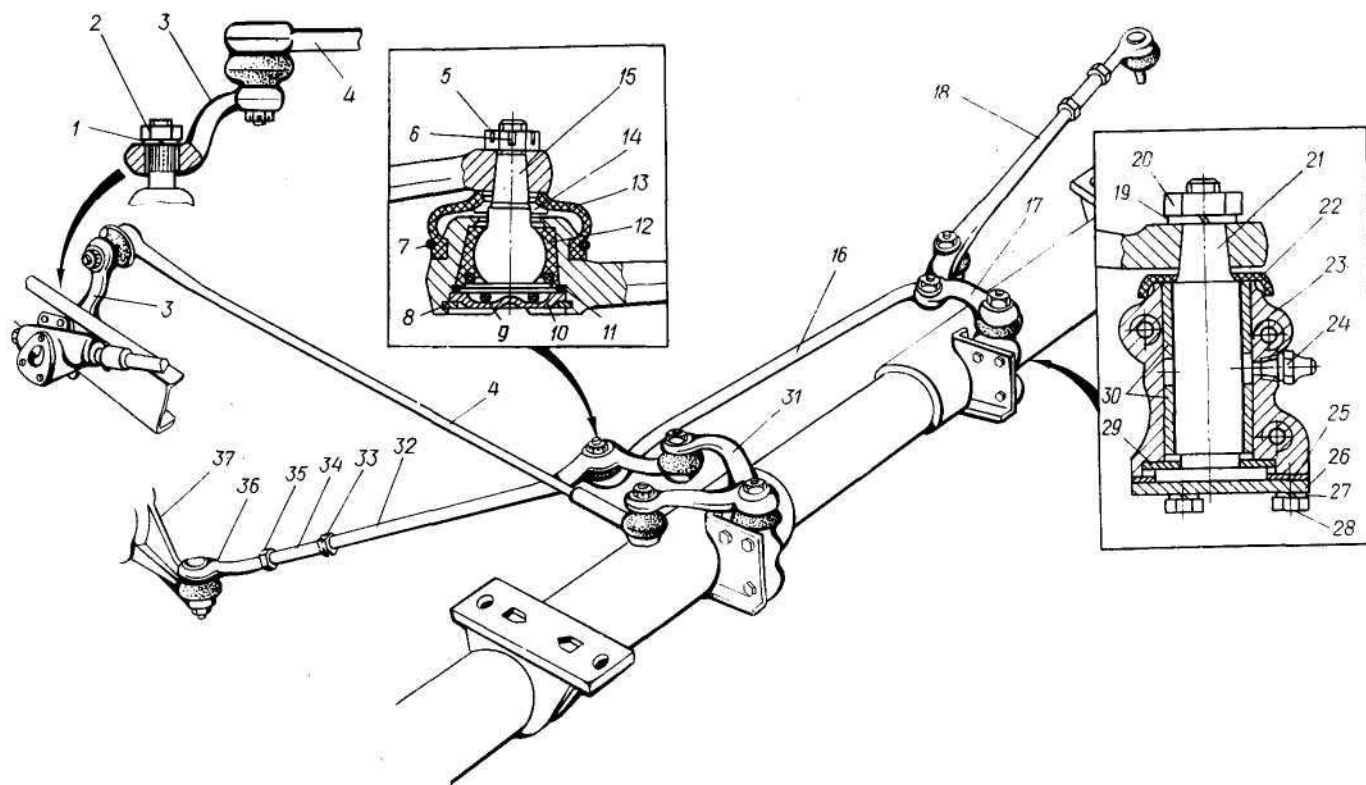
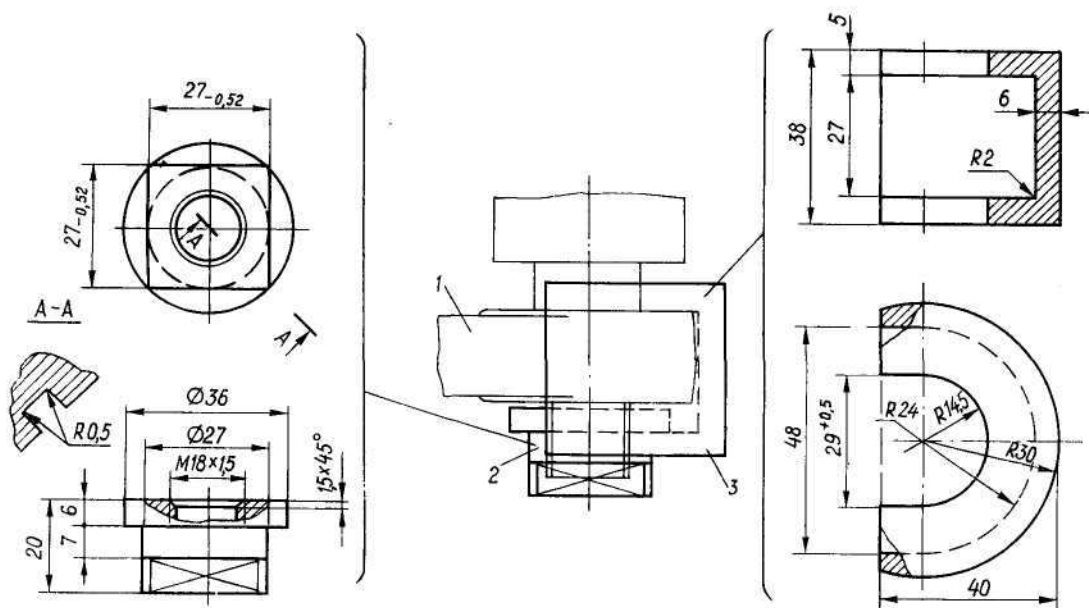

Рис. 186. Привод рулевой:
Рис. 189. Снятие сошки: 1 — сошка; 2 — гайка съёмника сошки; 3 — корпус съёмника сошки
Соединение сошки с валом сошки — шлицевое конусное (1:16). Необходимый натяг в конусном соединении обеспечивается затяжкой гайки 2 (рис. 186) крепления сошки. Установка сошки на вал фиксированная: сдвоенный зуб сошки входит в сдвоенную впадину вала сошки.
- отвинтите гайку 2 (рис. 186) и на её место навинтите до упора гайку съёмника 2 (рис. 189), наденьте корпус съёмника 3 и, отвинчивая гайку съёмника, спрессуйте сошку;